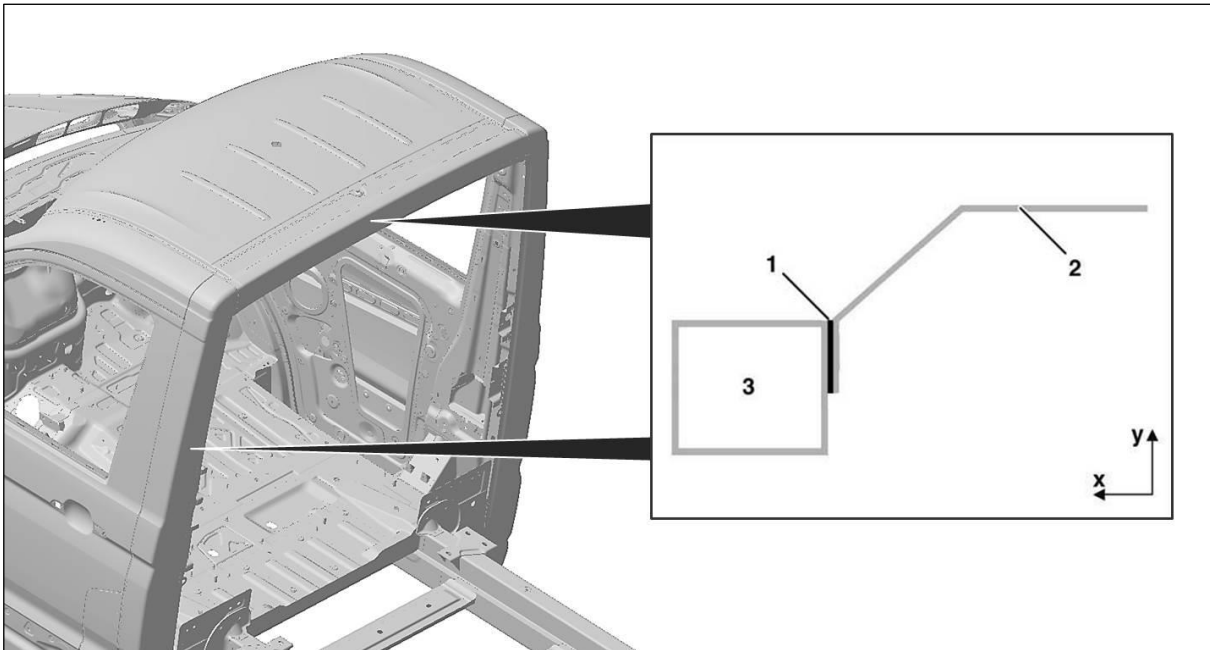

Fig. 7: fissaggio sovrastruttura tramite lamiera verticale su montante B e telaio del tetto (rappresentazione schematica!)
- Fissaggio della sovrastruttura al montante B con una lamiera verticale con $t = 2$ mm, piegata di circa $2 \times 45^\circ$. La lamiera verticale deve essere fissata mediante incollaggio sull'intera superficie (vedi fig. 7).